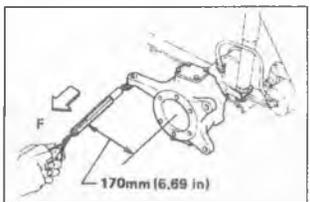

Рис. 226
без дополнительной регулировки. **15.3.8 Снятие и установка поворотного кулака.** Снимите ступицу с корпусом подшипников, шаровые шарниры поворотного кулака, расшплинтуйте и отверните гайку крепления пальца шарового шарнира рулевой тяги, выпрессуйте палец из поворотного кулака, затем снимите поворотный кулак. Установка элементов - в обратной последовательности. Проверьте усилие проворачивания фланцевого подшипника поворотного кулака. Момент проворачивания без сальника и полуоси должен быть в пределах 0,1-0,3 кг·м. При проворачивании за рычаг поворотного кулака (Рис.226) усилие проворачивания должно быть в пределах 0,6-1,75 кг. При необходимости отрегулируйте установкой регулировочных шайб нужной толщины. В комплекте запчастей поставляются регулировочные шайбы:
15.3.8 Снятие и установка поворотного кулака. Снимите ступицу с корпусом подшипников, шаровые шарниры поворотного кулака, расшплинтуйте и отверните гайку крепления пальца шарового шарнира рулевой тяги, выпрессуйте палец из поворотного кулака, затем снимите поворотный кулак. Установка элементов - в обратной последовательности. Проверьте усилие проворачивания фланцевого подшипника поворотного кулака. Момент проворачивания без сальника и полуоси должен быть в пределах 0,1-0,3 кг·м. При проворачивании за рычаг поворотного кулака (Рис.226) усилие проворачивания должно быть в пределах 0,6-1,75 кг. При необходимости отрегулируйте установкой регулировочных шайб нужной толщины. В комплекте запчастей поставляются регулировочные шайбы:
Снимите ступицу с корпусом подшипников, шаровые шарниры поворотного кулака, расшплинтуйте и отверните гайку крепления пальца шарового шарнира рулевой тяги, выпрессуйте палец из поворотного кулака, затем снимите поворотный кулак. Установка элементов - в обратной последовательности. Проверьте усилие проворачивания фланцевого подшипника поворотного кулака. Момент проворачивания без сальника и полуоси должен быть в пределах 0,1-0,3 кг·м. При проворачивании за рычаг поворотного кулака (Рис.226) усилие проворачивания должно быть в пределах 0,6-1,75 кг. При необходимости отрегулируйте установкой регулировочных шайб нужной толщины. В комплекте запчастей поставляются регулировочные шайбы: